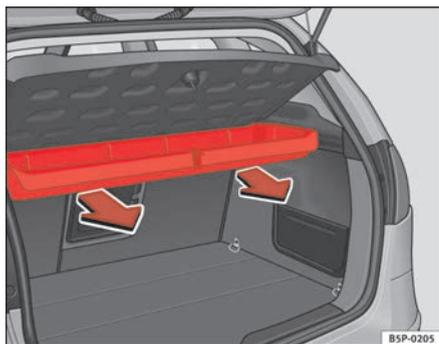

Fig. 125 Desmontagem da caixa porta-objectos
- Puxe até desencaixar a caixa dos eixos de rotação ⇒ fig. 125.